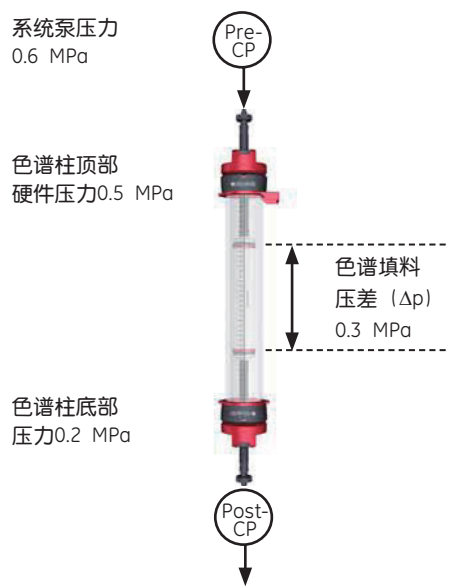

图 3. 为了提高操作的可靠性，在运行期间色谱柱前压力（Pre-Cp）和色谱柱后压力（Post-Cp）被连续测定。通过测定色谱柱前和色谱柱后压力并计算差异来确定在装填的填料床上的压力差（ Δp ）。
- **压力传感器**：整合到柱位阀内以保护色谱柱和填料不超压。入口端压力传感器测定色谱柱前的压力以保护色谱柱硬件。出口端压力传感器测定色谱柱后的压力并计算在装填的填料床层上的压差（即 Δp ；图 3）。如果两个报警压力中的一个超出压力上限，运行就被暂停。另外，用户可以激活压力流速控制模式，当压力超过预设的上限时它自动降低流速。另外两个压力传感器被设置在系统泵和样品泵后以保护连接的色谱柱和设备硬件。